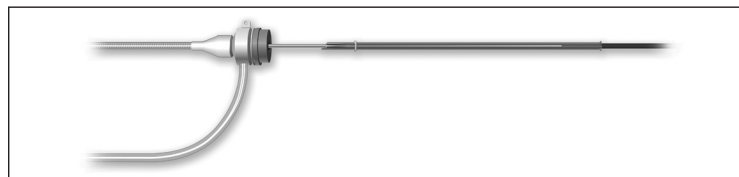

Figure 1 : Insertion du cathéter à ballonnet à l'aide de l'outil de chargement
- f. Tout en maintenant l'extrémité proximale de l'outil de chargement avec le cathéter à ballonnet, insérer soigneusement l'outil et le cathéter dans la valve hémostatique de la gaine de guidage ou d'introduction (voir la figure 1). Veiller à bien faire progresser simultanément l'outil de chargement et le cathéter à ballonnet.